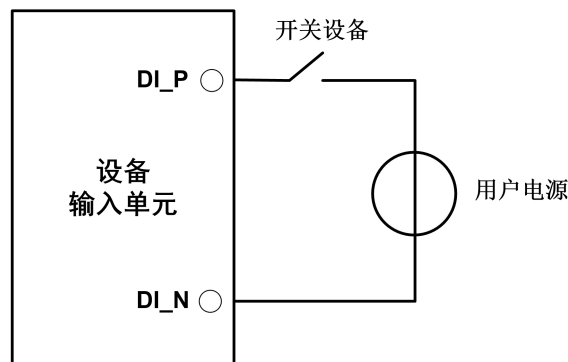

图 7 DI 网络连接示意图
- 1) 定时记录模式用于定时采集外部设备的开关状态，如阀门的闭合与开启、电动机的启动与停止、触点的接通与断开等，连接示意图如图 7 所示。